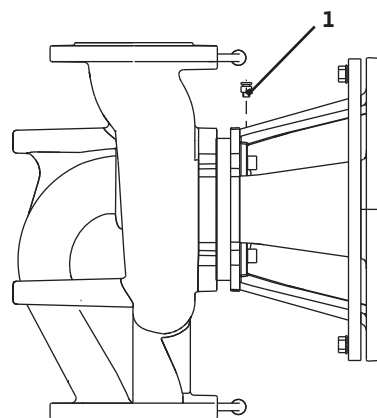

fig. 18: Avluftsventil
- Avluftsventilen (fig. 18, pos 1) ska alltid peka uppåt.